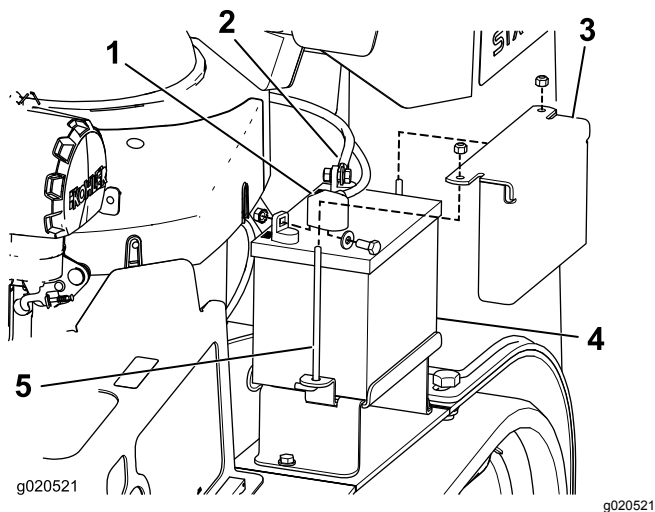

Figura 43
3. Levante a tampa de borracha preta no cabo negativo. Desligue o cabo negativo da bateria do terminal negativo (-) da bateria (Figura 43).
4. Retire a proteção do terminal vermelho do terminal positivo (vermelho) da bateria. Em seguida, retire o cabo positivo (vermelho) da bateria (Figura 43).
5. Retire a placa de suporte, os pernos em J e as porcas que seguram a bateria (Figura 43) e retire a bateria.